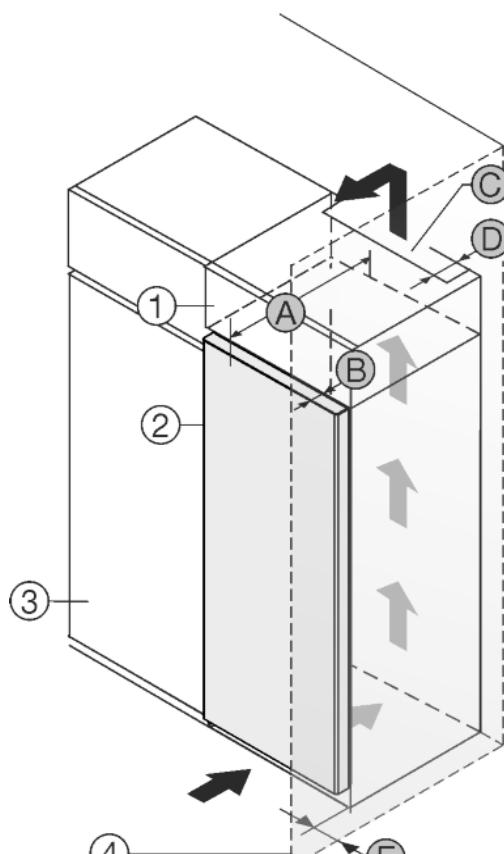

Fig. 1
Uredaj se može postaviti direktno uz kuhinjski element Fig. 1 (3).*
Na stražnjoj strani visećeg ormara treba postojati otvor za odzračivanje dubine Fig. 1 (D) po cijeloj širini visećeg ormara.
Ispod stropa prostorije treba poštovati ventilacijski presjek Fig. 1 (C).
Kada se uređaj postavlja s okovima pored zida Fig. 1 (4), razmak između uređaja i zida mora iznositi najmanje 40 mm. To odgovara stajanju ručice kod otvorenih vrata.